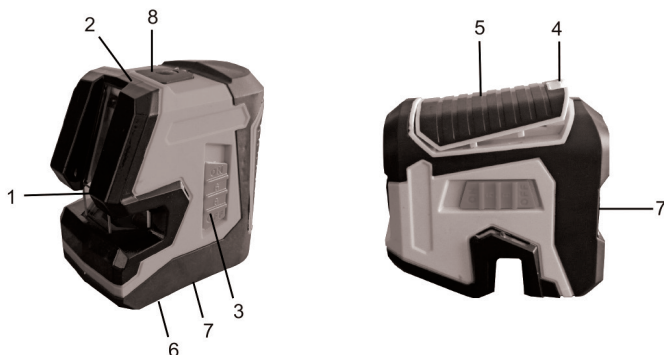

Рис. 1 - Конструкция лазерного уровня МТ-3051
### Конструкция лазерного уровня МТ-3051 (Рис. 1):
**3.1 Установка / замена элементов питания.** Снимите крышку 5 отсека элементов питания, нажав на защелку 4 (Рис.1). Установите новые элементы питания (2 x 1,5В тип «АА») в отсек, соблюдая полярность. Закройте крышку отсека элементов питания.
Для проецирования лучей из выходного отверстия 1 (рис. 1) сдвиньте клавишу включения 3 вверх, при этом происходит разблокировка системы самонивелирования. Для выключения сдвиньте клавишу 3 вниз, система самонивелирования блокируется.
Самонивелирование может длиться до пяти секунд. По окончании процесса выравнивания индикатор 2 (Рис. 1) загорится зеленым цветом. Если индикатор 2 начинает мигать красным цветом, это значит, что нивелир установлен с боковым или фронтальным наклоном, большим чем  $\pm 4^\circ$ . Переустановите уровень и проведите повторное проецирование линий.